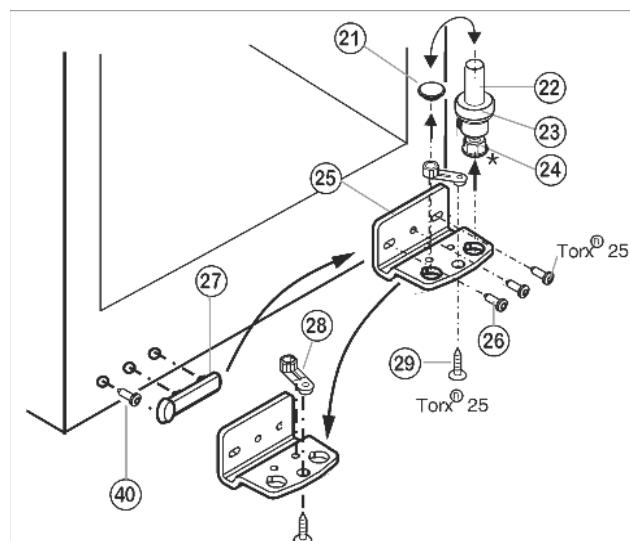

Fig. 5
- Извлеките опорный винт Fig. 5 (22) в комплекте с шайбой Fig. 5 (23) и регулируемой опорой\* Fig. 5 (24), вытягивая его вверх.
- Снимите пробку Fig. 5 (21).
- Открутите Fig. 5 (26) опорный кронштейн Fig. 5 (25).
- Открутите Fig. 5 (29) опорную деталь Fig. 5 (28) и, переставив в отверстие на противоположной стороне опорного кронштейна, снова прикрутите.
- Осторожно снимите и переставьте на противоположную сторону крышку со стороны ручки Fig. 5 (27) и винт Fig. 5 (40).
- Снова прикрутите опорный кронштейн Fig. 5 (25) на новой стороне шарнира (**с моментом 4 Нм**). При необходимости используйте аккумуляторный шуруповёрт.
- Переставьте пробку Fig. 5 (21) в свободное отверстие.
- Вновь установите опорный винт Fig. 5 (22) в комплекте с шайбой и регулируемой опорой\*. При этом фиксатор должен быть направлен назад.
- ▶ Установите дверцу сверху на нижний опорный палец Fig. 5 (22).
- ▶ Установите верхний опорный кронштейн (12) на новой стороне шарнира и защелкните в дверце.
- ▶ Прикрутите верхний опорный кронштейн (12) (**с моментом 4 Нм**) (2 шт. Torx® 25) (13). При необходимости проделайте отверстия или используйте аккумуляторную отвертку.
- ▶ Защёлкните крышку (10) и крышку (11) на противоположной стороне.
- ▶ При необходимости выровняйте дверцы через два продольных паза в нижнем опорном кронштейне Fig. 5 (25) параллельно корпусу устройства. Для этого выкрутите средний винт.